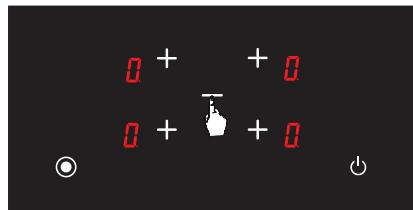

Рис. 14
3. Крім того, за допомогою кнопки **-** можна довести температуру всіх конфорок до рівня **0** (Див. рис. 14). Коли рівень температури всіх конфорок досягає **0**, плита автоматично вимикається через 20 секунд.